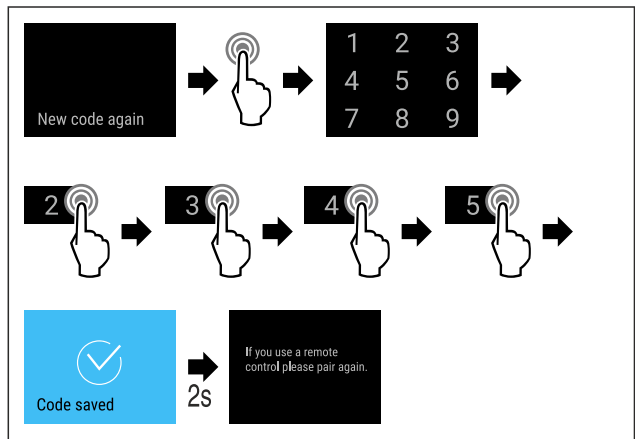

Fig. 83
- ▶ Efectuați pașii de acțiune (vezi Fig. 83) .